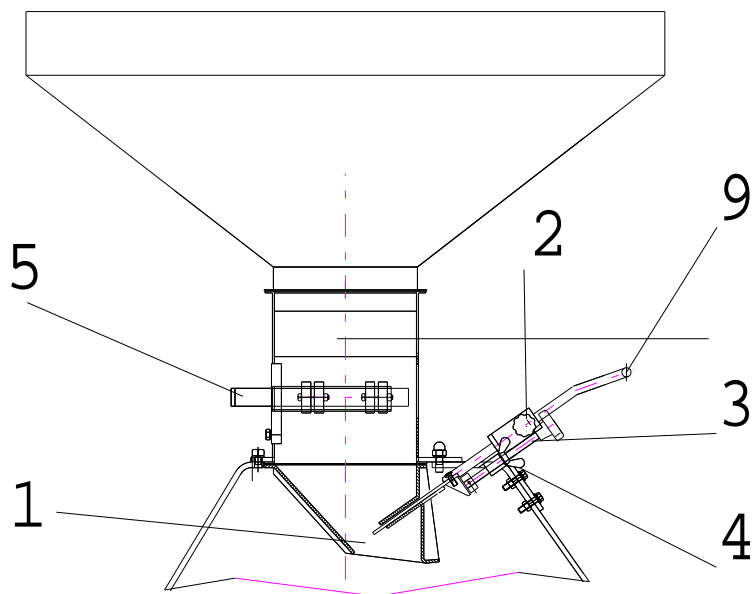

Рис. 25 Установка размера щели высыпа зерна на валы.
Следующим действием, которое следует предпринять, является установка размера щели высыпа зерна (1) на валы, рис. 25 путем выдвижения заслонки (9) и зафиксирования ее с помощью защитных винтов (2). Попадание зерна на валы следует установить таким образом, чтобы достичь соответствующей производительности и размера хлопьев, а также чтобы не привести к перегрузке двигателя. Установленный размер щели можно сохранить, затягивая упор (3) до открытой заслонки (9) и защищая гайкой (4)
работающую зерноплющилку, следует обращать внимание на непрерывную загрузку бункера зерном и на непрерывный прием расплющенного зерна. Чрезмерное открытие заслонки, а также несвоевременно принятый продукт, могут привести к перегрузке двигателя. Зерноплющилка снабжена устройством, защищающим от металлических загрязнений (5), рис. 25.